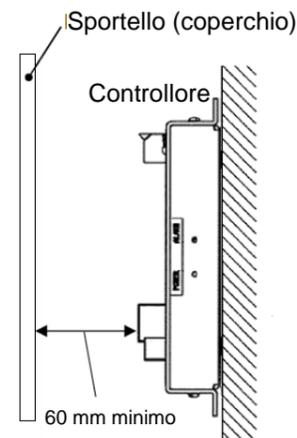

Figura 7
- Evitare di montare il controllore vicino a una fonte di vibrazioni, come un grande contattore elettromagnetico o un interruttore sullo stesso pannello. Vedi Figura 7.